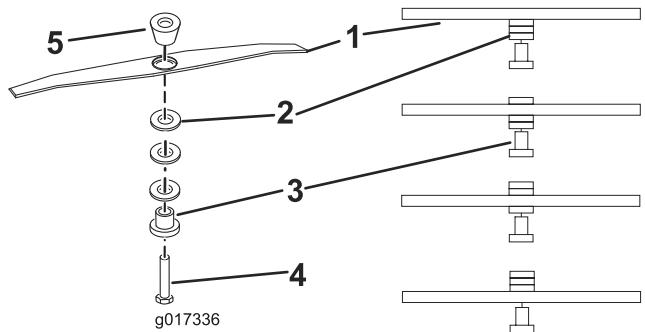
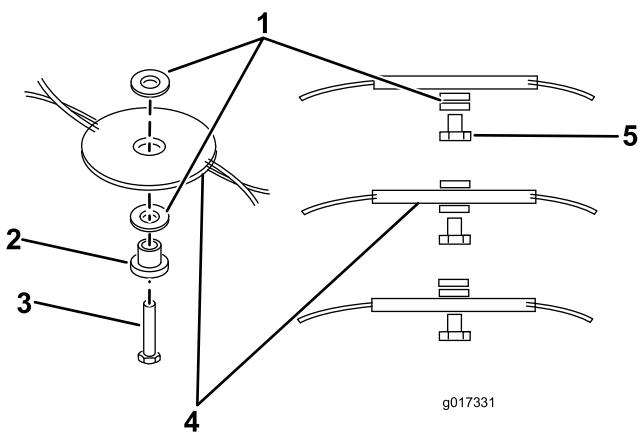

Figura 12
Figura 13
6. Reposicione os espaçadores para a altura desejada e, em seguida, volte a instalar a flexiblade/barra de corte (Figura 12, Figura 13).